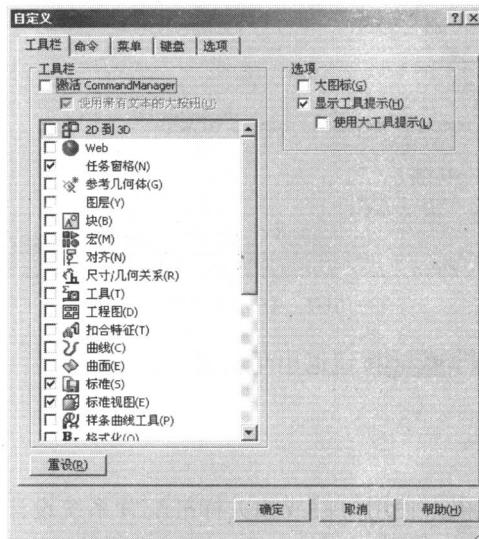

图1-6 【自定义】对话框
- (1) 打开零件、装配体或工程图文件。
- (2) 在【工具】主菜单中选取【自定义】选项或在工具栏区域单击鼠标右键，在弹出的快捷菜单中选择【自定义】选项，打开如图 1-6 所示的【自定义】对话框。